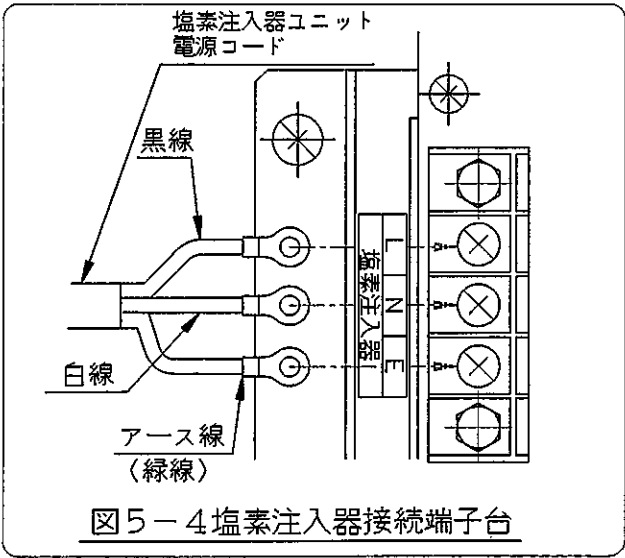

図5-4 塩素注入器接続端子台
- ⑤ 塩素注入器ユニットの電源コードを本体底のブッシングに通してから塩素注入器接続端子台に接続する。(図5-4参照)